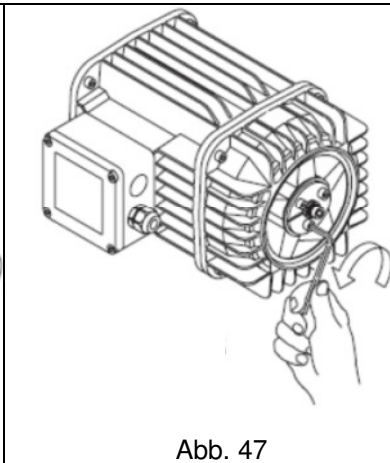

Abb. 47
4. Die drei Schrauben des Blockierrings des Bremsklotzes komplett lösen (Abb. 47);